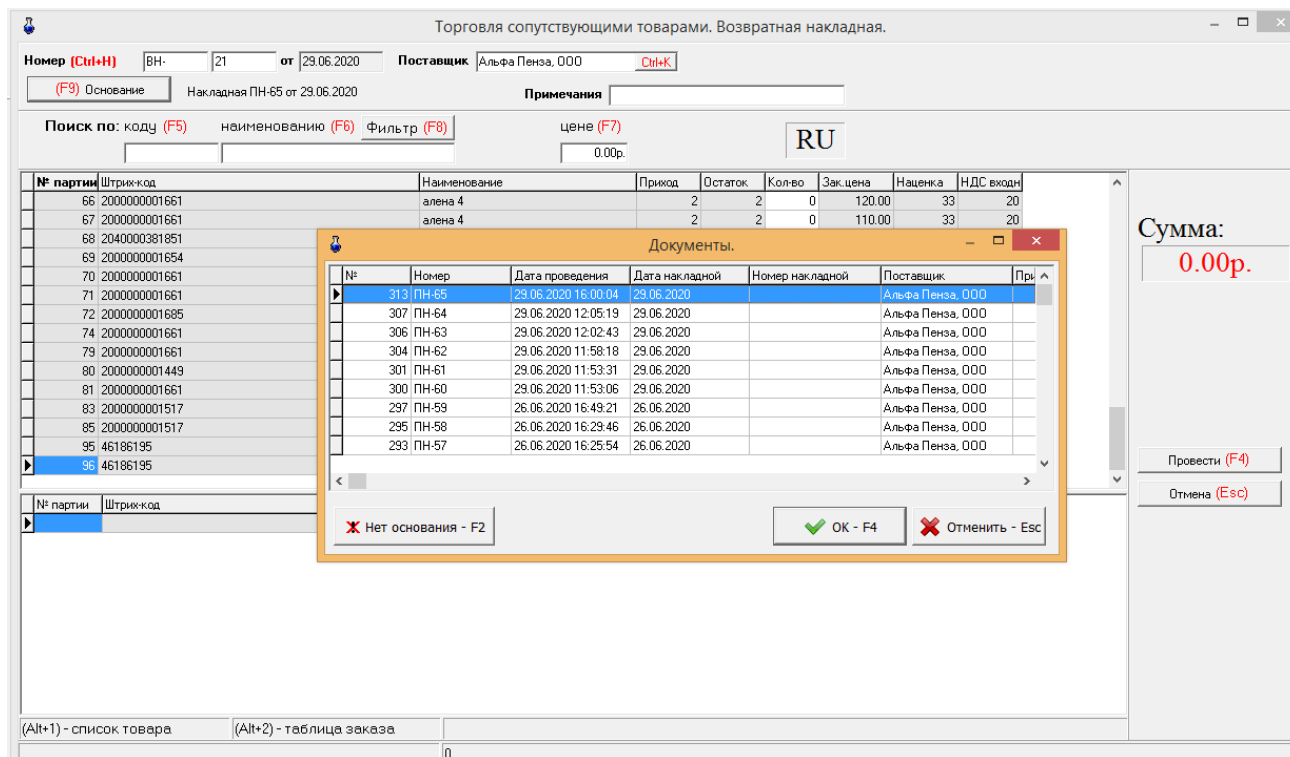

Рис. 10
1. В окне «Торговля сопутствующими товарами Возвратная накладная» выберите товар для возврата, задайте количество, нажмите «Основание» (выберите документ), нажмите «Провести» (рис.10).